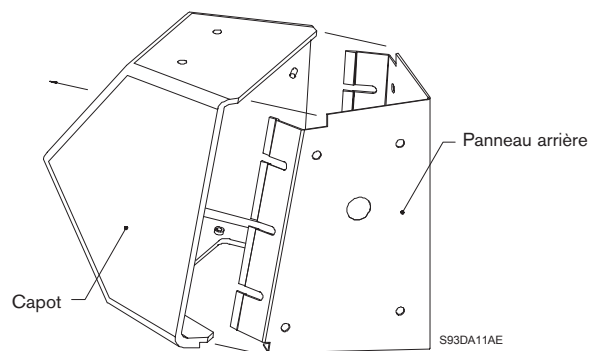

Figure 3 : retrait du capot
- Depuis l'intérieur du boîtier, retirez les six écrous de blocage qui maintiennent le capot sur le panneau arrière. Retirez le capot. Voir figure 3.